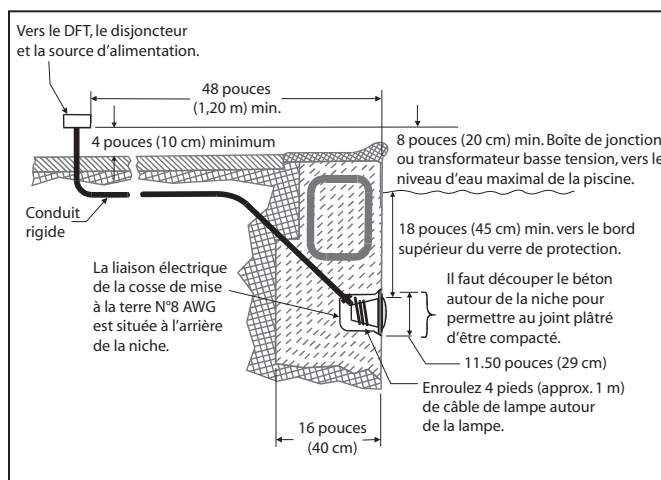
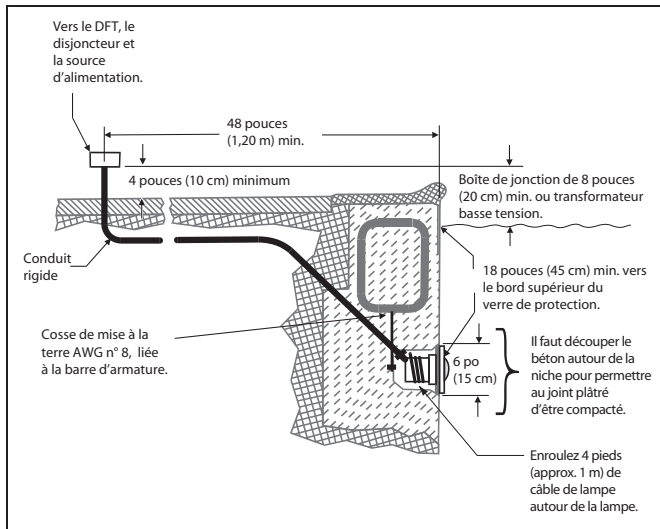

Figure 1. Installation d'une lampe blanche de piscine Jandy Pro Series
Figure 2. Installation d'une lampe blanche de spa Jandy Pro Series
REMARQUE L'électricien doit compléter les étapes préparatoires avant d'installer la lampe ; voir la Figure 1 (ou la Figure 2 pour le spa).
2. La boîte de jonction (ou le transformateur basse tension pour les modèles 12 Volts) doit se trouver à au moins huit (8) pouces (20 cm) au-dessus du niveau de l'eau, à au moins quatre (4) pouces (10 cm) au-dessus du niveau du sol et du deck de piscine et à au moins quatre (4) pieds (90 cm) du bord de la piscine ou du spa ; voir la Figure 1 pour les piscines et la Figure 2 pour les spas.
3. La lampe et tous les composants métalliques qui se trouvent dans un rayon de cinq (5) pieds (1,5 m) de la piscine ou du spa doivent être correctement mis à la terre électriquement et ce, à un point de terre fiable.
4. La niche immergée doit être installée correctement de manière à ce que le bord supérieur du verre de protection de la lampe immergée soit situé à au moins 18 pouces (45 cm) sous le niveau de l'eau de la piscine ou du spa. Voir la Figure 1 ou 2.
5. La niche immergée doit être correctement reliée à la terre via une cosse de mise à la terre No. 8 AWG située à l'arrière de la niche. Voir la Figure 1 ou 2.
1. Faites passer le câble dans le conduit vers la boîte de jonction, en laissant au moins quatre pieds (122 cm) de câble enroulé autour de la lampe. Voir la Figure 1 (ou la Figure 2 pour le spa). Ces quatre (4) pieds (122 cm) de câble permettront l'entretien de la lampe après le remplissage du spa ou de la piscine.
2. Coupez le câble au niveau de la boîte de jonction, en laissant environ six (6) pouces (15 cm) de câble pour les connexions.
3. Dénudez six (6) pouces (15 cm) du câble pour exposer les trois fils isolés. *Attention de ne pas endommager les isolants des trois (3) fils qui sont à l'intérieur du câble.*
4. Installez le serre-câble sur la gaine de câble et connectez les trois (3) fils aux fils du circuit correspondants dans la boîte de jonction. Installez le couvercle de la boîte de jonction.
2. La boîte de jonction (ou bien, pour les modèles de 12 volts, le transformateur basse tension) doit être située à au moins 8 pouces (20 cm) au dessus du niveau de l'eau, à au moins 4 pouces (10 cm) au-dessus du niveau du sol ou du bord de la piscine, et à au moins 48 pouces (122 cm) du rebord de la piscine ou du spa. Voir la Figure 1 (ou la Figure 2 pour le spa).
4. La niche immergée doit être installée correctement de manière à ce que le bord supérieur du verre de protection de la lampe immergée soit situé à au moins 18 pouces (45 cm) sous le niveau de l'eau de la piscine ou du spa. Voir la Figure 1 (ou la Figure 2 pour le spa).
5. La niche immergée doit être correctement reliée à la terre via une cosse de mise à la terre No. 8 AWG située à l'arrière de la niche. Voir la Figure 1 (ou la Figure 2, pour le spa).
5. Laissez au moins 4 pieds (122 cm) de câble à enrouler autour de la lampe ; voir la Figure 1 (ou la Figure 2 pour le spa). Cela permettra d'assurer l'entretien de la lampe quand le spa ou la piscine sera rempli d'eau.
6. Coupez le câble au niveau de la boîte de jonction, en laissant au moins six (6) pouces (15 cm) de câble pour faire les connexions.
7. Dénudez le câble sur six (6) pouces (15 cm) pour exposer les trois fils internes isolés. Prenez garde de ne pas abîmer l'isolant des 3 fils intérieurs.